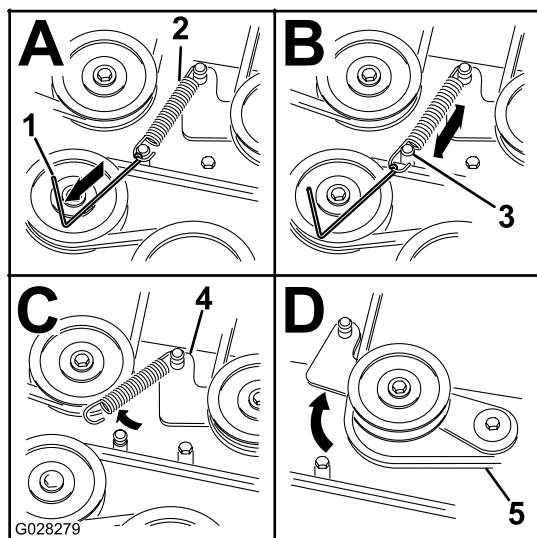

Figura 52
7. Usando una herramienta para la retirada de muelles (Pieza Toro N° 92-5771), retire el muelle tensor del espárrago de la carcasa para eliminar la tensión de la polea tensora (Figura 52).
10. Pase la correa nueva alrededor de las poleas del cortacésped y de la polea del embrague, debajo del motor (Figura 52).
11. Usando una herramienta para la retirada de muelles (Pieza Toro N° 92-5771), instale el muelle tensor sobre el espárrago de la carcasa y tense la polea tensora y la correa (Figura 52).